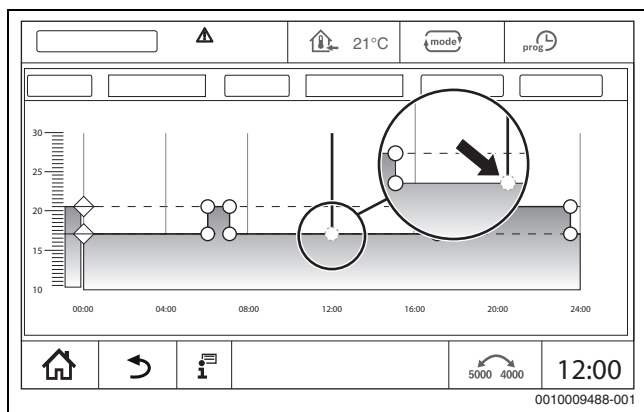

Bild 28 Schalterpunkt einfügen
- Schalterpunkt (→ Bild 28, Seite 27) antippen und auf die Temperaturlinie des Absenkbetriebs ziehen.